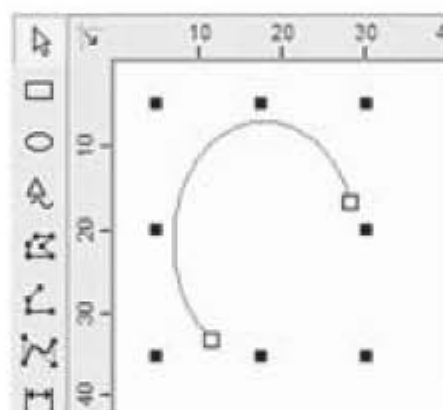

Рис. 1.14. Работа с инструментом *Эллипс*
3. *Эллипс*. С помощью этого инструмента рисуется эллипс. Чтобы нарисовать круг, надо зажать клавишу **CTRL**. На эллипсе, как и на прямоугольнике, имеется белый квадратик. Хватаем его мышкой и двигаем вниз. У нас получается разрыв и два белых квадратика, как показано на рис. 1.14. Аналогичным образом можно двигать и верхний квадратик. То есть можно нарисовать дугу любого размера и менять её размеры чёрными квадратиками. К дуге можно применить заливку.